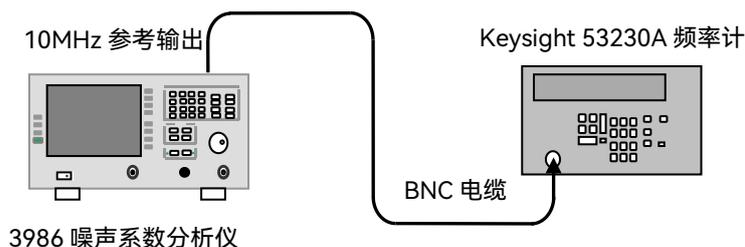

图 8.1 参考频率稳定度测试框图
**步骤 1.** 如图 8.1 所示连接测试仪器，开机预热 30min。